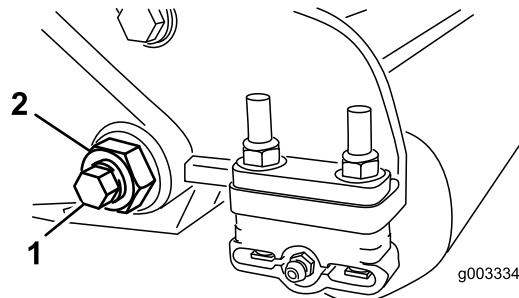

Рисунок 25
3. С каждой стороны машины ослабьте контргайку, крепящую болт планки неподвижного ножа (Рисунок 25).
| 4. Удалите болты планки неподвижного ножа, потяните планку неподвижного ножа вниз и отсоедините ее от машинного болта (Рисунок 25). | |